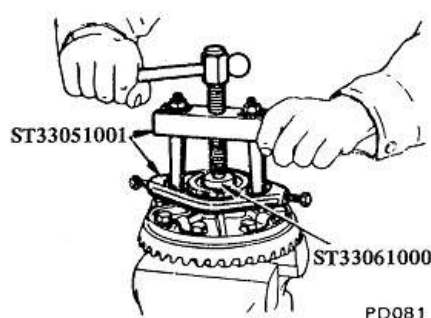

Fig. PD-15 Dépose du roulement latéral
10. Déposer les roulements latéraux de différentiel en utilisant l'extracteur spécial ST3306S001 (constitué de ST33051001 et ST33061000). Voir figure PD-15.